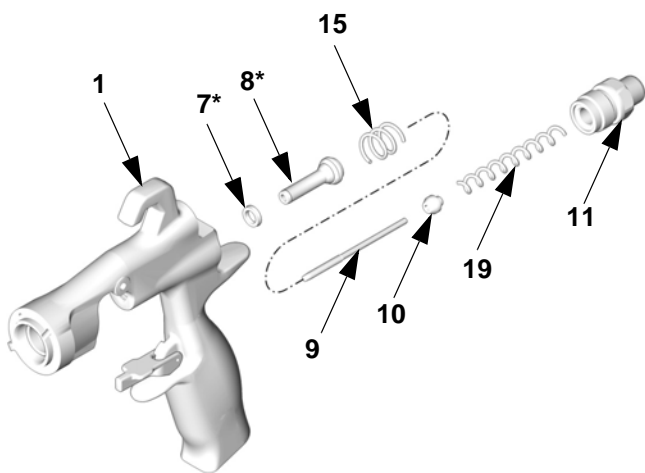

FIG. 40
1. Skruva loss fjäderlocket (11) från bakänden på pistolhuset (1) med pistolverktyget (30). Ta bort de två fjädrarna (15 och 19) axeln (9) och sätet (10).
2. Tryck ut luftventilenheten (8\*) ur bakänden på pistolen. Se FIG. 40.
3. Inspektera packboxen (7\*) i pistolhuset (1). Om den är sliten eller läcker tar du försiktigt bort den från framänden på pistolen med en krok.